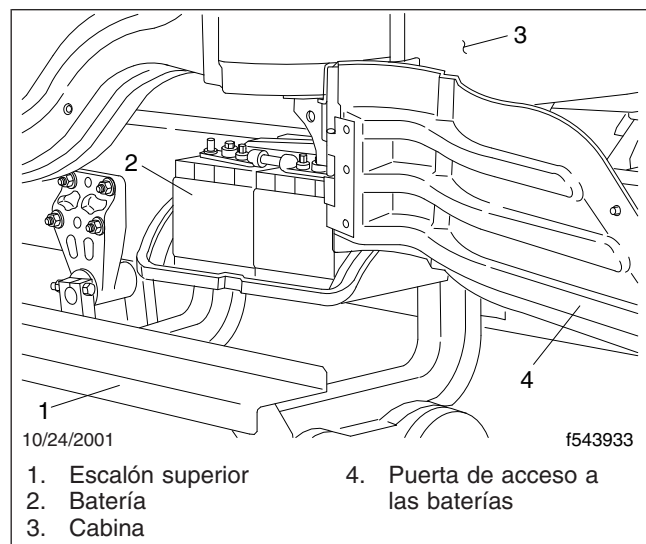

Figura 13.4, Compartimiento de las baterías, abierto
2. Para acceder a las baterías, abra el compartimiento de las baterías. Vea la Figura 13.4. Consulte las instrucciones detalladas en el Capítulo 2.